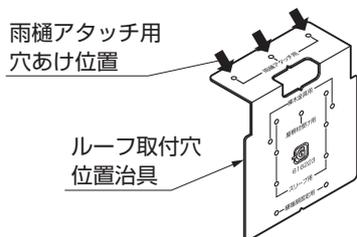

図12-26
- ①ルーフ取付位置治具を樋にあてて、ポンチ等でケガキ、ドリルで水抜き穴φ36と雨樋アタッチメント取付穴φ3.5をあけてください。（図12-26、12-27、12-28参照）